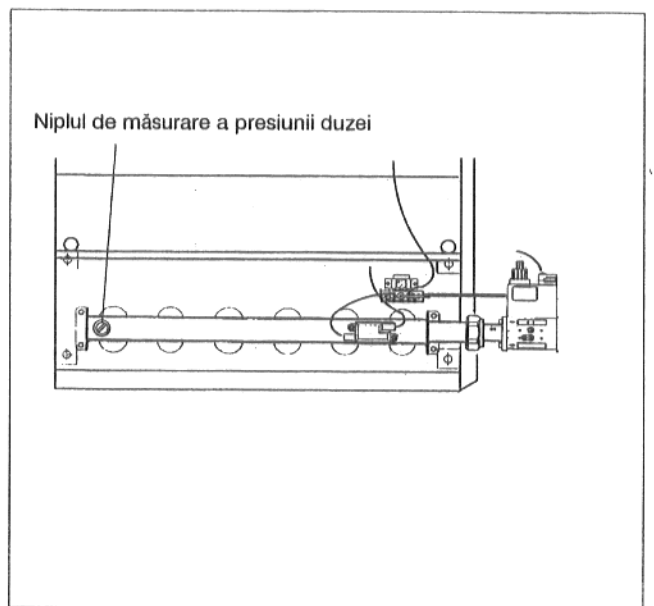

Fig. 11
- Se va desface din două rotiri șurubul de închidere a niplului de măsurare de la conducta de alimentare (Fig. 11).